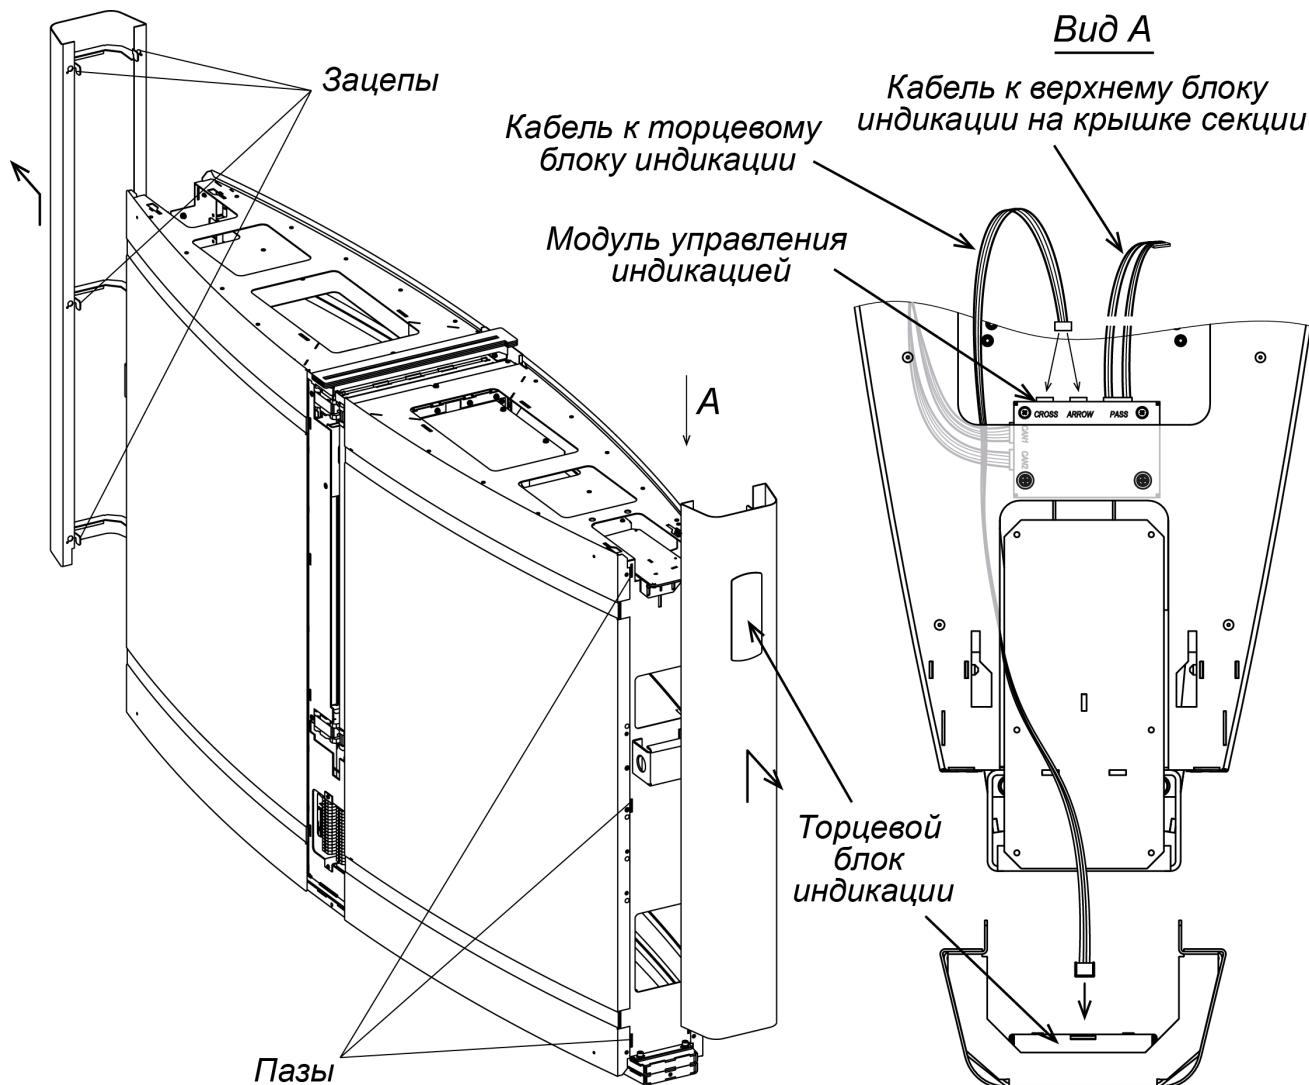

Рисунок 19. Демонтаж торцевой панели
21. Распакуйте створки стеклянные (1), стекла заполнения (2), стеклянные крышки секций (3), центральные вставки (4) и боковые панели (6) (ящики №2, №4).
- Установите торцевые панели (7) (см. разд. 8.7.1, рис. 19). Панель с торцевым блоком индикации (8) должна монтироваться со стороны секции с модулем управления индикацией, при этом к торцевому блоку индикации необходимо подсоединить соответствующий соединительный кабель от модуля управления индикацией (см. рис. 19). Для отображения на торцевом блоке индикации белой стрелки соединительный кабель должен быть подключен к разъему **ARROW** модуля управления индикацией, для отображения красного креста – к разъему **CROSS**.
- Смонтируйте стеклянные крышки (3) (см. разд. 8.7.8, рис. 26), крышка с верхним блоком индикации (5) должна монтироваться со стороны секции с модулем управления индикацией, предварительно к верхнему блоку индикации необходимо подсоединить соответствующий соединительный кабель от модуля управления индикацией (см. рис. 19).
- Сдвиньте панель вверх вдоль торцевой стороны секции для вывода её из зацепов (допускается в качестве рычага использовать большую плоскую отвертку, вставленную в щель снизу панели), после чего аккуратно отведите её от секции (см. рис. 19) на расстояние около 10 см. Будьте осторожны и не повредите соединительный кабель!
Крышки с верхним блоком индикации должны устанавливаться со стороны секции с модулем управления индикацией, предварительно к верхнему блоку индикации необходимо подсоединить соответствующий соединительный кабель от модуля управления индикацией, см. рис. 19 и 26.